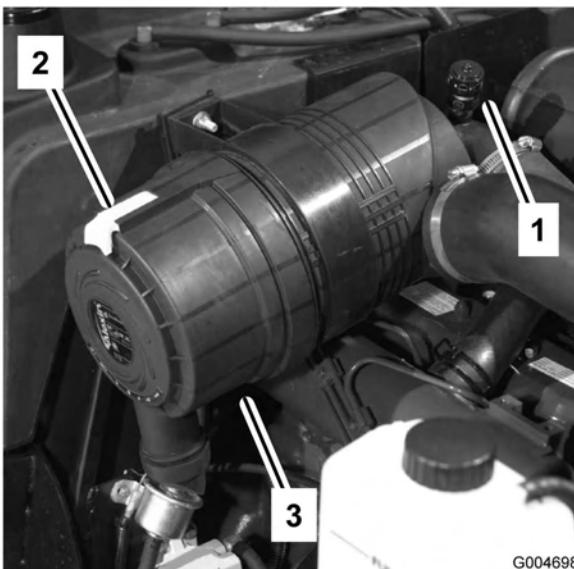

Figure 46
- Tirez le verrou vers l'extérieur et tournez le couvercle du filtre à air dans le sens anti-horaire (Figure 46).
7. Montez le couvercle en dirigeant la valve de sortie en caoutchouc (Figure 46) vers le bas, entre 5:00 et 7:00 heures environ vu de l'extrémité. Fermez le verrou.